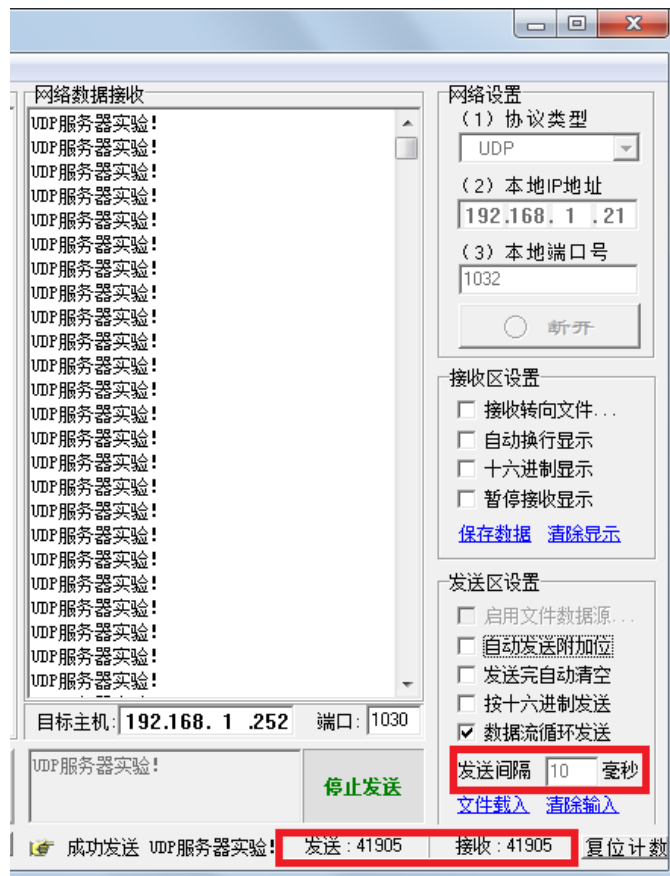

图 24 实验结果
(5) 点击图 23 的“发送”，则可以看到开发板发来的数据，如图 24 所示。
由图 24 可以看出，发送字节数为 41905，接收到的字节数为 41905，程序运行正确。